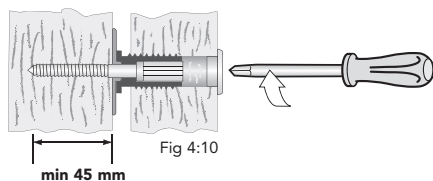

Fig 4:10
10. **Upprepa steg 9.** Kontrollera med vattenpass så att fönstret är rakt i alla sidor och inte lutar inåt eller utåt. Kontrollera att karmsidorna inte böjs inåt på mitten, se fig. 4:8.